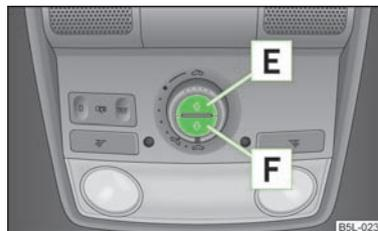

Abb. 21
Das Sonnenschutzrollo kann separat mithilfe der Tasten geschlossen bzw. geöffnet werden » Abb. 21.
- Zum vollständigen Öffnen die Taste **[E]** » Abb. 21 kurz drücken.
- Zum vollständigen Schließen die Taste **[F]** » Abb. 21 kurz drücken.
Für das Initialisieren des Sonnenschutzrollos die Taste **[F]** » Abb. 21 für ca. 10 Sekunden drücken.